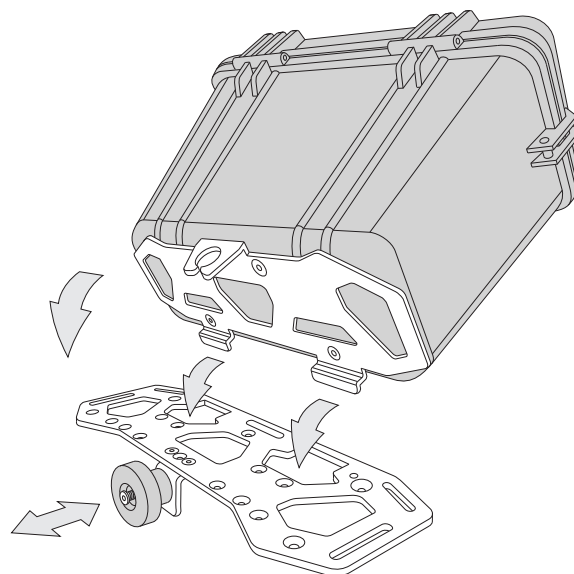

Abbildung 12. Befestigung der wasserdichten Box auf dem Cargo-Träger
4. Sichern Sie den wasserdichten Behälter mithilfe der Schnellverriegelungsvorrichtung wie in **Abbildung 12** gezeigt am Cargo-Träger.